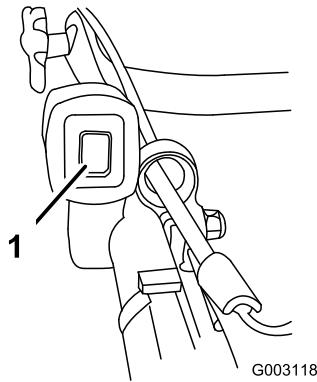

Figura 22
1. Ponga el interruptor de encendido en la posición de Parada (Figura 22).